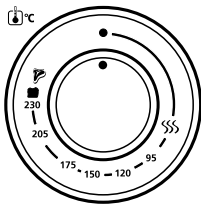

Figura 1
1. **Perilla de Control de Temperatura** – Ajuste el termostato a la temperatura deseada. (Ver Figura 1)